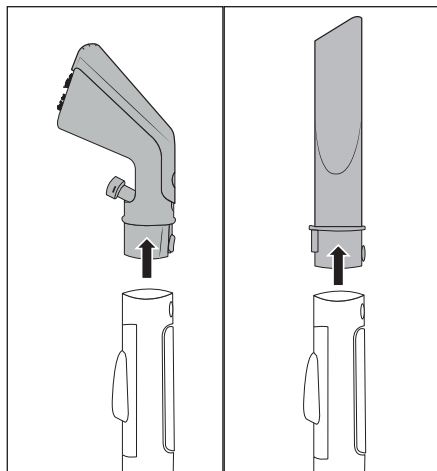

Fig. 8
- ◆ Premere il tasto di blocco 25/32 e staccare la bocchetta per imbottiture 22 o la bocchetta per giunti 29 dal flessibile di spruzzo/aspirazione 19 (vedere fig. 8).